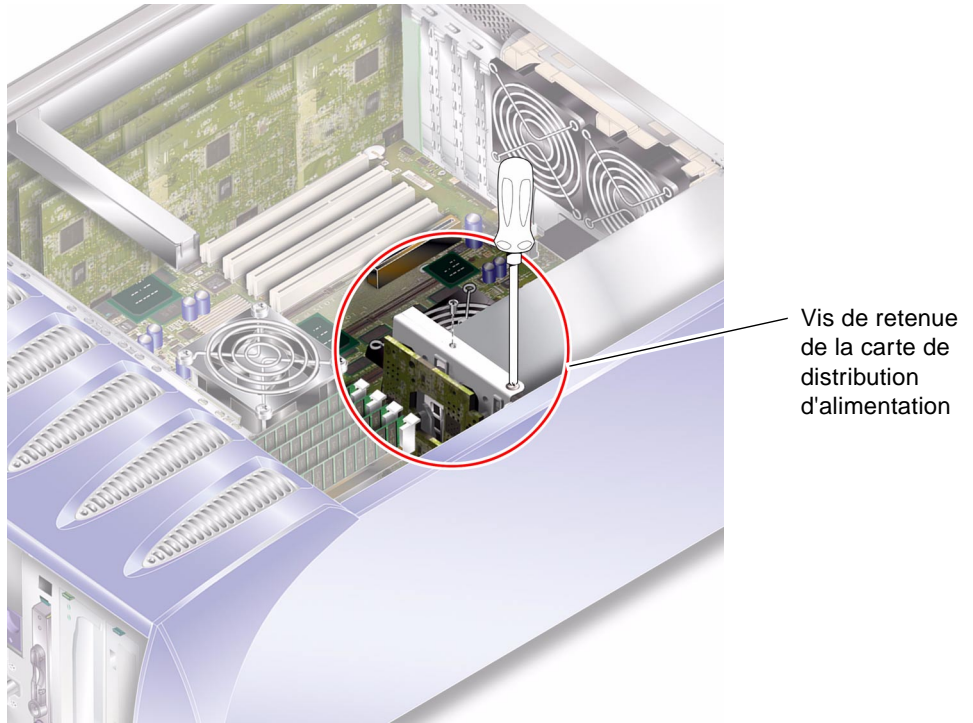

FIGURE 1-12 Vis de retenue de la carte de distribution d'alimentation
- 7. Retirez les deux vis fixant la carte de distribution d'alimentation au châssis (reportez-vous à la FIGURE 1-12).**